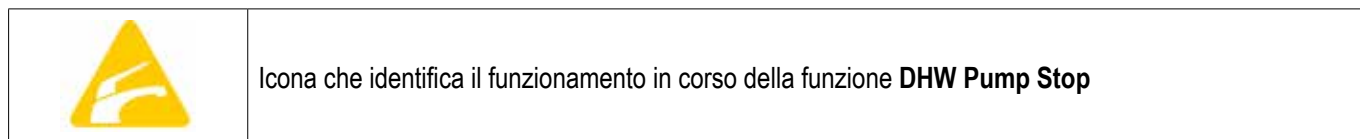

FIG. 13
- 18) DWH Pump Stop.** Con funzione abilitata, le uscite dedicate alla pompa di circolazione HT (OUT 7) e alla pompa di circolazione MIX (OUT 8) e i relativi comandi per la velocità delle pompe (CIRC PUMP HT e CIRC PUMP MIX) vengono fermati nel caso in cui la pompa di calore stia producendo acqua calda sanitaria. Il tempo di pausa è selezionabile dal relativo menù a tendina. La funzione è indipendente per il circuito miscelato (MIX) e diretto (HT). L'attivazione della funzione, viene notificata nella panoramica della periferica in esame, con l'icona riportata in (vedi cap. 6, fig. 13).
- 20) Uscite configurabili,** assegnabili al circuito diretto (HT) in modalità Riscaldamento e Raffrescamento. Le uscite da 1 a 6 (OUT 1-6) non sono soggette alle funzioni Soft Start, Partenza Ritardata, DWH Pump Stop descritte sopra. Le uscite 4, 5 e 6 sono configurabili e associate al solo circuito diretto (HT) e vengono abilitate appena il modulo recepisce la richiesta al circuito HT (CONTATTO IN HT o ROOM).
- 21) Uscite 7 e 8,** assegnate rispettivamente al consenso per la gestione delle pompe di circolazione per il circuito Diretto (HT) e miscelato (MIX)
Se sono state attivate la funzione **DHW Pump Stop**, per i circuiti HT e/o MIX, viene visualizzata l'icona in Fig. 13 **durante il periodo in cui tale funzione insiste sulle uscite OUT 7 e/o OUT 8** e sui relativi segnali di controllo velocità CIRC PUMP HT e/o CIRC PUMP MIX.